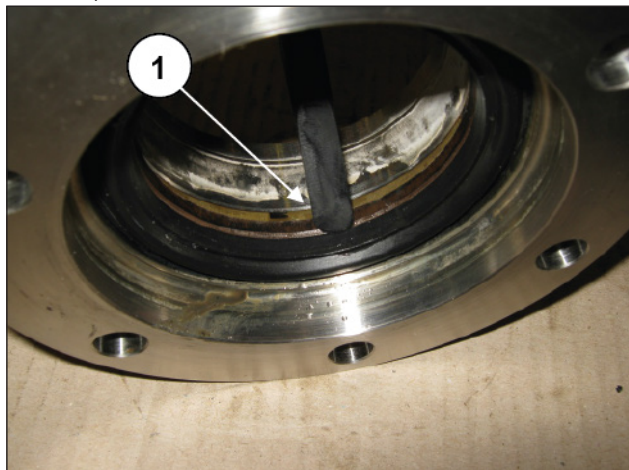
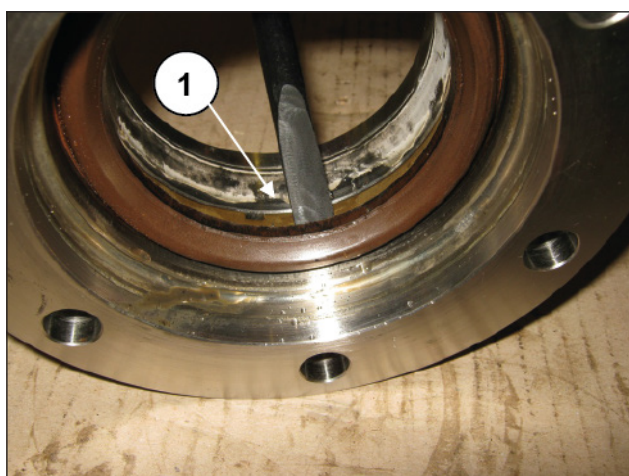
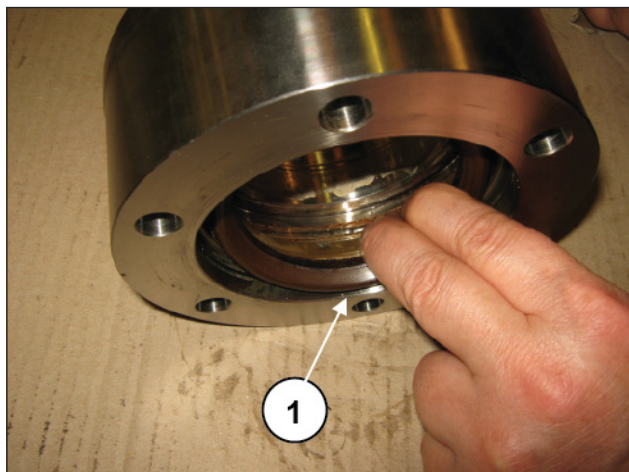
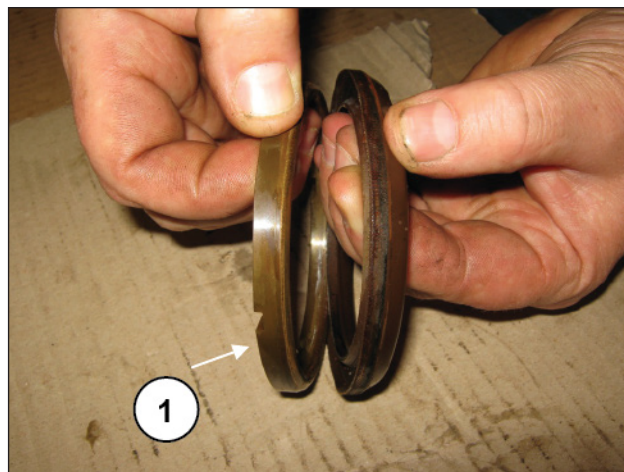

Abb. 216
Abb. 217
Abb. 218
Abb. 219
Ziehen Sie von der Buchse zunächst den Restop-Ring (Pos. ①, Abb. 216), dann den Dichtring (Pos. ①, Abb. 217 - Abb. 218) mit dem Kolbenkopfring ab und trennen Sie diese (Pos. ①, Abb. 219).